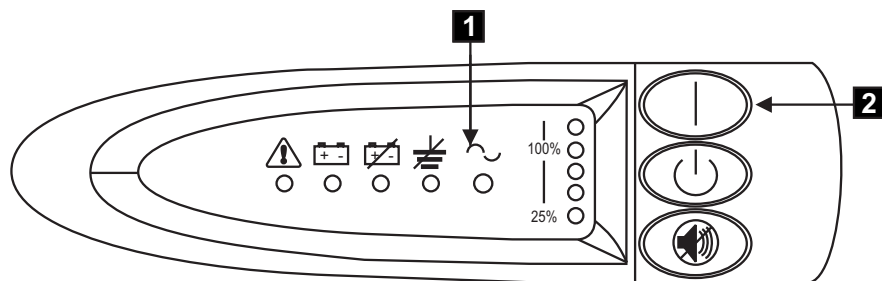

図 36. 2145 UPS の電源スイッチとインディケータ
10. 2145 UPS が自己診断テストを行っている間、2145 UPS のすべてのフロント・パネル・インディケータが、短時間明滅します。テストが完了すると、モード・インディケータ **1** が明滅して、2145 UPS が待機モードになったことを示します。81 ページの図 36 を参照してください。
2145 UPS のオン・ボタン **2** (81 ページの図 36) を、2145 UPS からピープ音が聞こえるまで (約 1 秒) 押したままにします。モード・インディケータが明滅を停止し、負荷レベル・インディケータが 2145 UPS に加えられている負荷のパーセンテージを示します。これで、2145 UPS は通常モードになり、バッテリーの充電を行います。